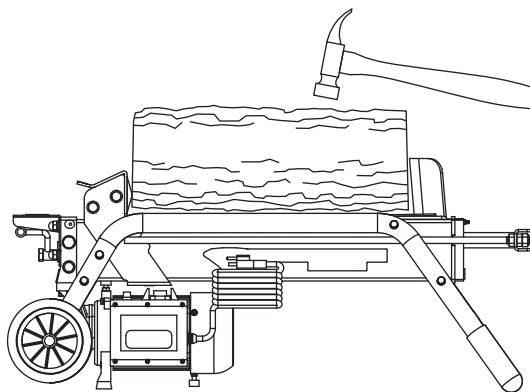

Figure 7
**NE PAS TENTER DE DÉCOINCER LA BÛCHE DU COIN À L'AIDE D'UN MARTEAU OU AUTRE MOYEN. (VOIR FIGURE 7)**